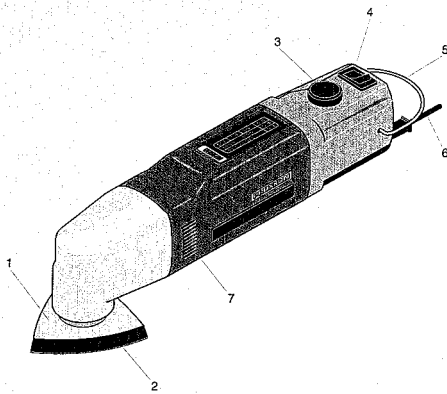

Fig. 1
2. Schraube 2 (Fig. 1) mit einem
1. Gerät am Schalter 4 (Fig. 1) einschalten
(Fig. 1) nicht verdeckt werden.
2. Detach screw 2 (Fig. 1) using Allen wrench. In the event that screw is jammed, exert load moment against grinding pad to avoid unnecessary mechanical stress.